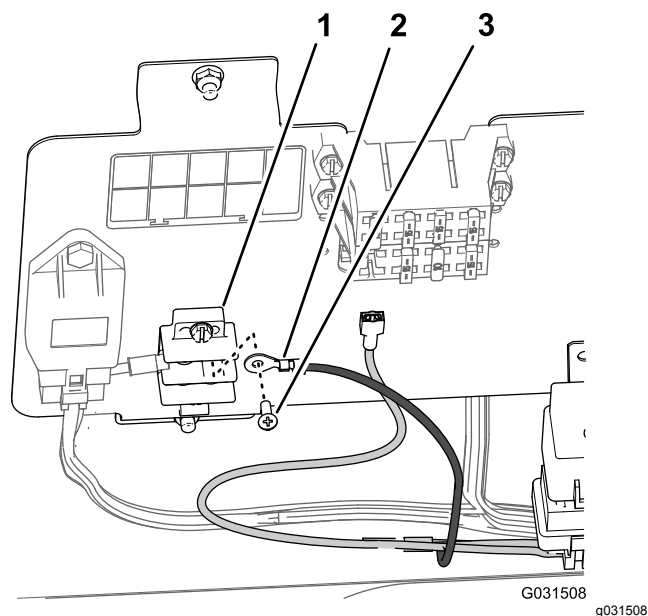

図 202
1. アース端子ブロックからねじを外す 図 202。
2. ステップ 1で外したねじを使用して、仕上げキットのワイヤハーネスについているリング端子を、アース端子ブロックに固定する 図 202。